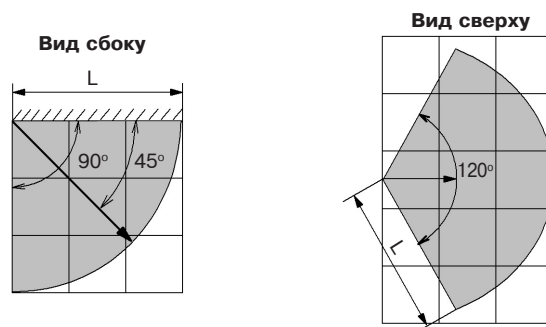

Рисунок 2 — Диаграмма зоны обнаружения АК канала
1. При выборе места установки следует принимать во внимание диаграмму направленности извещателя (рисунок 2);
7. Расстояние (L) от извещателя до самой удаленной точки охраняемого стекла должно быть не более 6 м.